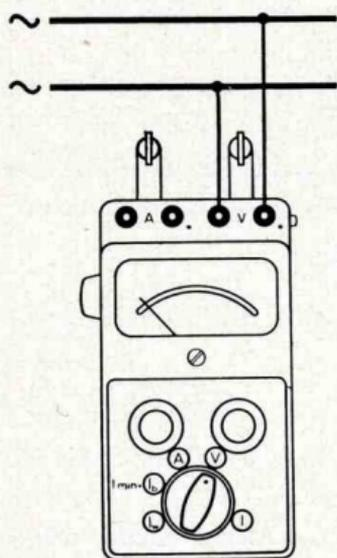

Bild 6
3. Spannung an die V-Klemmen legen (Bild 6).